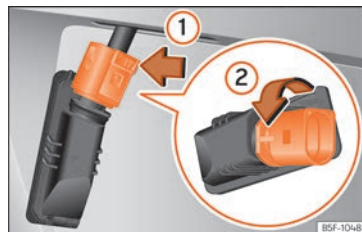

Fig. 122 Luz de matrícula: desmontar el portalámparas.
»» **fig. 122** en la dirección de la flecha ① y tire del conector.
4. Gire el portalámparas en la dirección de la flecha ② y sáquelo con la lámpara.
6. Introduzca el portalámparas en la luz de matrícula y gire en dirección opuesta a la flecha ② hasta el tope.